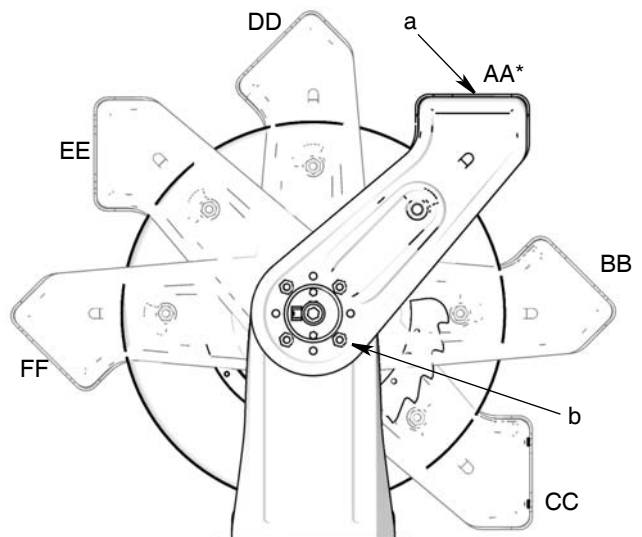

ABB. 3
3. Die gewünschte Position des Aufrollerstützarms (a) (ABB. 3) bestimmen.
- Der Kabelaufroller ist werkseitig zusammengebaut. Für den Versand befindet sich der Aufrollerstützarm (a) in der Position AA\* (ABB. 3). Fall dies bereits die gewünschte Position ist, Schritt 4 überspringen.
4. Zur neuen Ausrichtung des Aufrollerstützarms in eine andere als die Versandposition (AA):